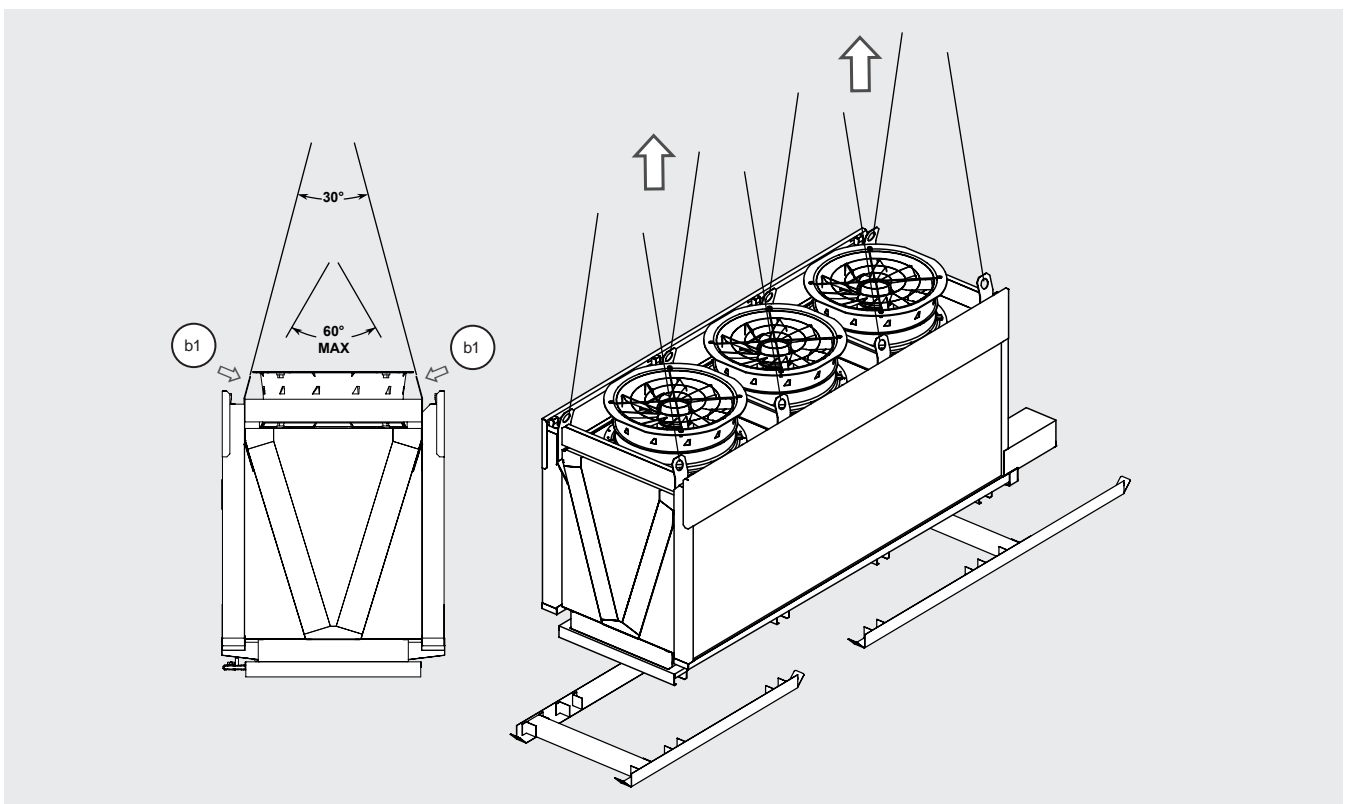

Figure 8
- 5.12 Fixez la grue aux points de levage (b1), soulevez le modèle et placez-le à son emplacement définitif. Utilisez tous les points de levage. Voir la Figure 8.